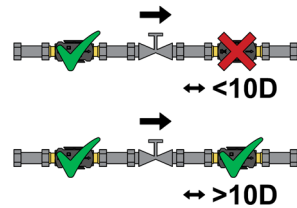

Fig.2
2. Non posizionare il sensore di flusso immediatamente in successione a una valvola a farfalla o di regolazione. L'installazione in precedenza invece è consentita (Fig.2);